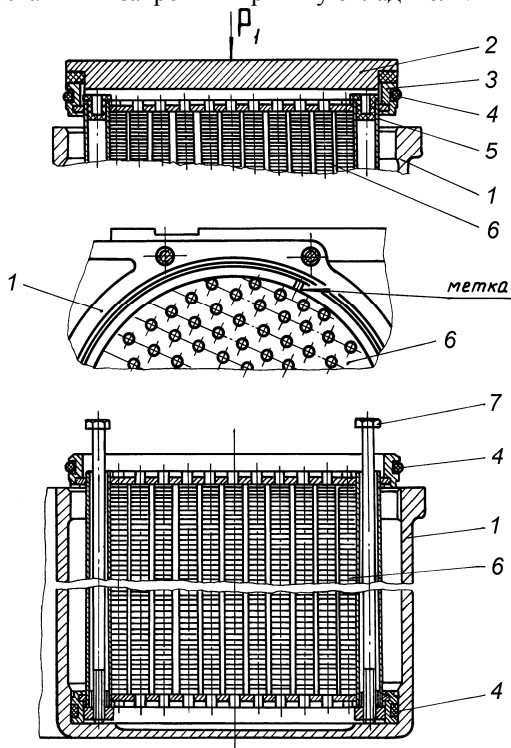

Рис. 15. Охладитель наддувочного воздуха:
- 3 Вынуть резиновые заглушки 5 в верхней части охлаждающих элементов 6 и через освободившиеся отверстия с помощью специальных болтов 7 (рис. 15) выдавить охлаждающие элементы из корпуса.
- 3 Вставить охлаждающие элементы 6 в корпус 1 охладителя и запрессовать их до упора, прилагая усилие "P₁" через оправку 2, предохранив концы трубок от повреждения. При этом метки на верхних чашках 3 охлаждающих элементов 6 должны быть расположены, как показано на рис. 15.